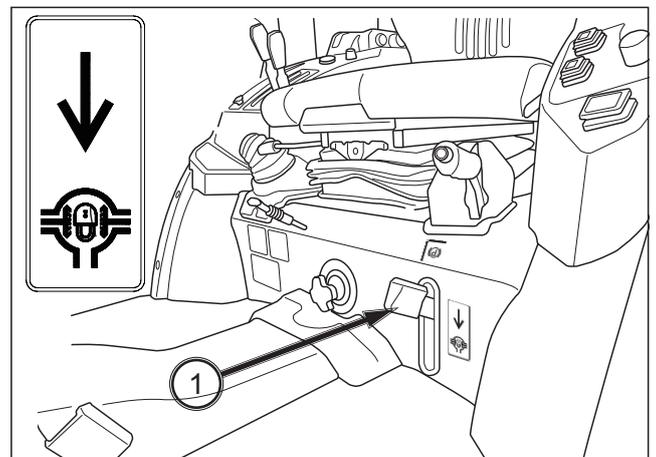

FIG. 86
FIG. 86: Cuando se pisa el pedal de bloqueo del diferencial (1), ambos lados del eje trasero se bloquean juntos para asegurar la tracción de las dos ruedas traseras. Esto es especialmente importante cuando se trabaja en suelo blando o en condiciones resbaladizas.